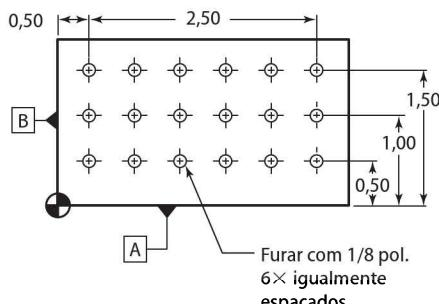

Figura 7-12 Programe esta placa de rede usando laços.
1. Você consegue inventar uma maneira de furar a placa com grade de furos representada na Figura 7-12 usando um laço? Tente você mesmo, mas use as instruções do seu equipamento desta vez, se disponíveis. Senão, use as palavras mostradas nos diagramas lógicos. Existem várias soluções para este problema, incluindo sub-rotinas, mas, por agora, use apenas um laço.